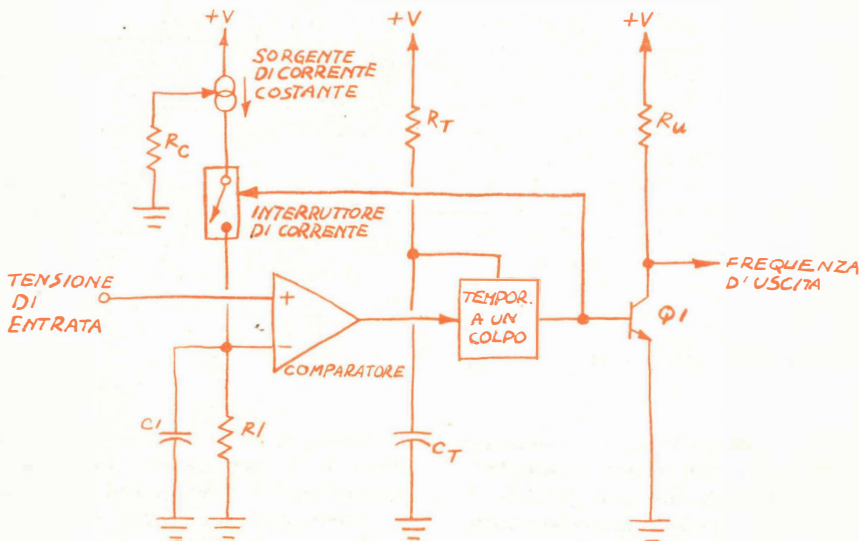

Fig. 1 - Schema funzionale di un tipico convertitore da tensione a frequenza.
**Elementi di conversione V/F** - Nella *fig. 1* è riportato un semplice schema a blocchi di un convertitore V/F basilare. Il circuito funziona come oscillatore a rilassamento, la cui frequenza è determinata dalla tensione applicata all'entrata non invertitrice del compara-